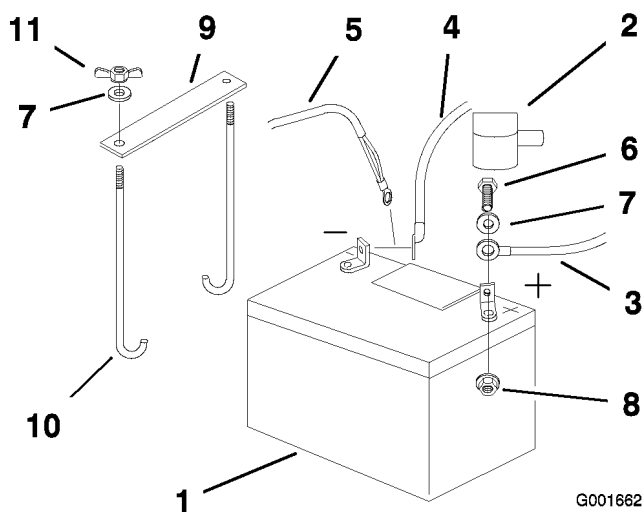

Figura 43
4. Scollegate prima il cavo negativo della batteria ed il filo di messa a terra dal morsetto negativo (-) della batteria (Figura 43).
5. Sfilate la guaina rossa dal morsetto sul polo positivo (rosso) della batteria. Togliete quindi il cavo positivo (rosso) dalla batteria (Figura 43).
6. Togliete entrambi i dadi ad alette (1/4 inch) che fissano la fascetta della batteria (Figura 43).
1. Posizionate la batteria nel vassoio con i poli dei morsetti verso il motore (Figura 43).
4. Fissate i cavi con 2 bulloni ((1/4 x 3/4 di pollice), 2 rondelle (1/4 inch) e 2 dadi di bloccaggio (1/4 inch) (Figura 43).
6. Fissate la batteria con bulloni a J, la fascetta di fissaggio e 2 rondelle (1/4 inch) e 2 dadi ad alette (1/4 inch) (Figura 43).